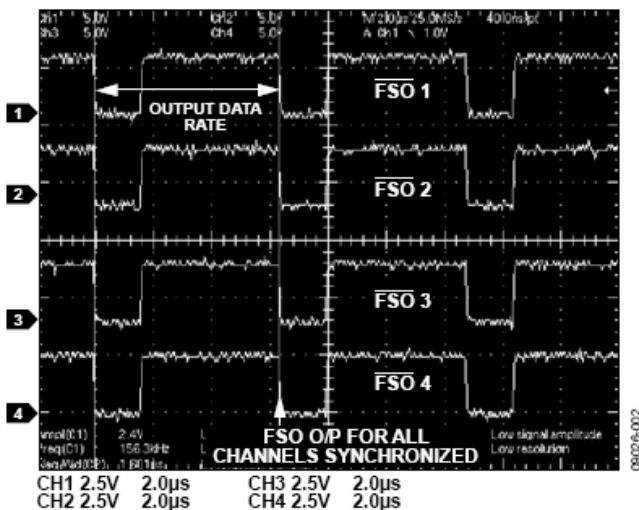

图2. 各AD7765 通道的 $\overline{\text{FSO}}$ 的示波器图,以 156 kSPS的输出数据速率同步采样
2. 确保各器件SDO引脚的数据输出同步(各ADC的 $\overline{\text{FSO}}$ 下降沿同步),如图 2 所示。